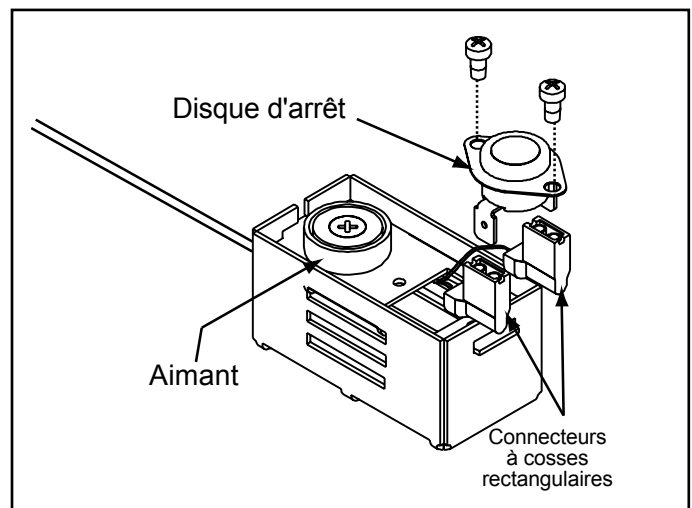

Figure 36.4
3. Tirez le disque d'arrêt et les connexions à cosses rectangulaires vers le haut pour les sortir du support comme illustré à la **figure 36.4**.